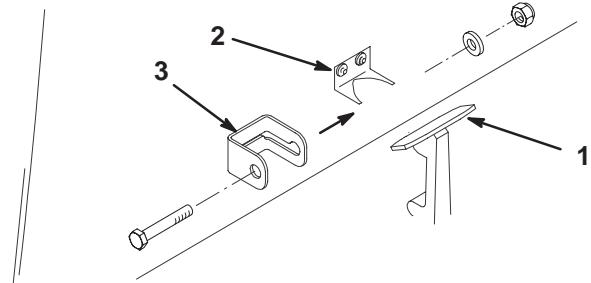

Bild 8
- Haken Sie den Motorhaubenverschluss aus dem Verschlussbügel aus (Bild 8).
- Schieben Sie den Verriegelungsbügel auf den Verschluss (Bild 8).
- Haken Sie den Verschluss auf den Verschlussbügel (Bild 8).
- Stecken Sie eine Schraube (1/4 x 1-1/2") durch den Verschlussbügel und sichern sie mit einer Scheibe und Sicherungsmutter ab (Bild 8).